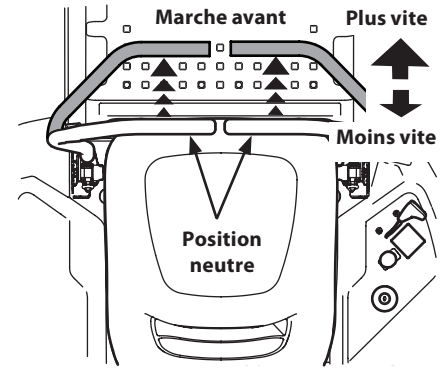

Figure 28
1. Poussez les barres de conduite lentement et graduellement vers l'avant. L'appareil commencera à avancer. Voir Figure 28.